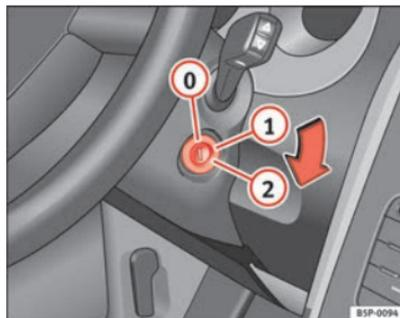

Fig. 137 Posições da chave da ignição
Nesta posição, ⇒ fig. 137 a ignição e o motor estão desligados, podendo bloquear a direcção.
- Rode a chave da ignição para a posição ⇒ **página 176, fig. 137**
- Rode a chave da ignição até à posição ⇒ página 176, fig. 137 .